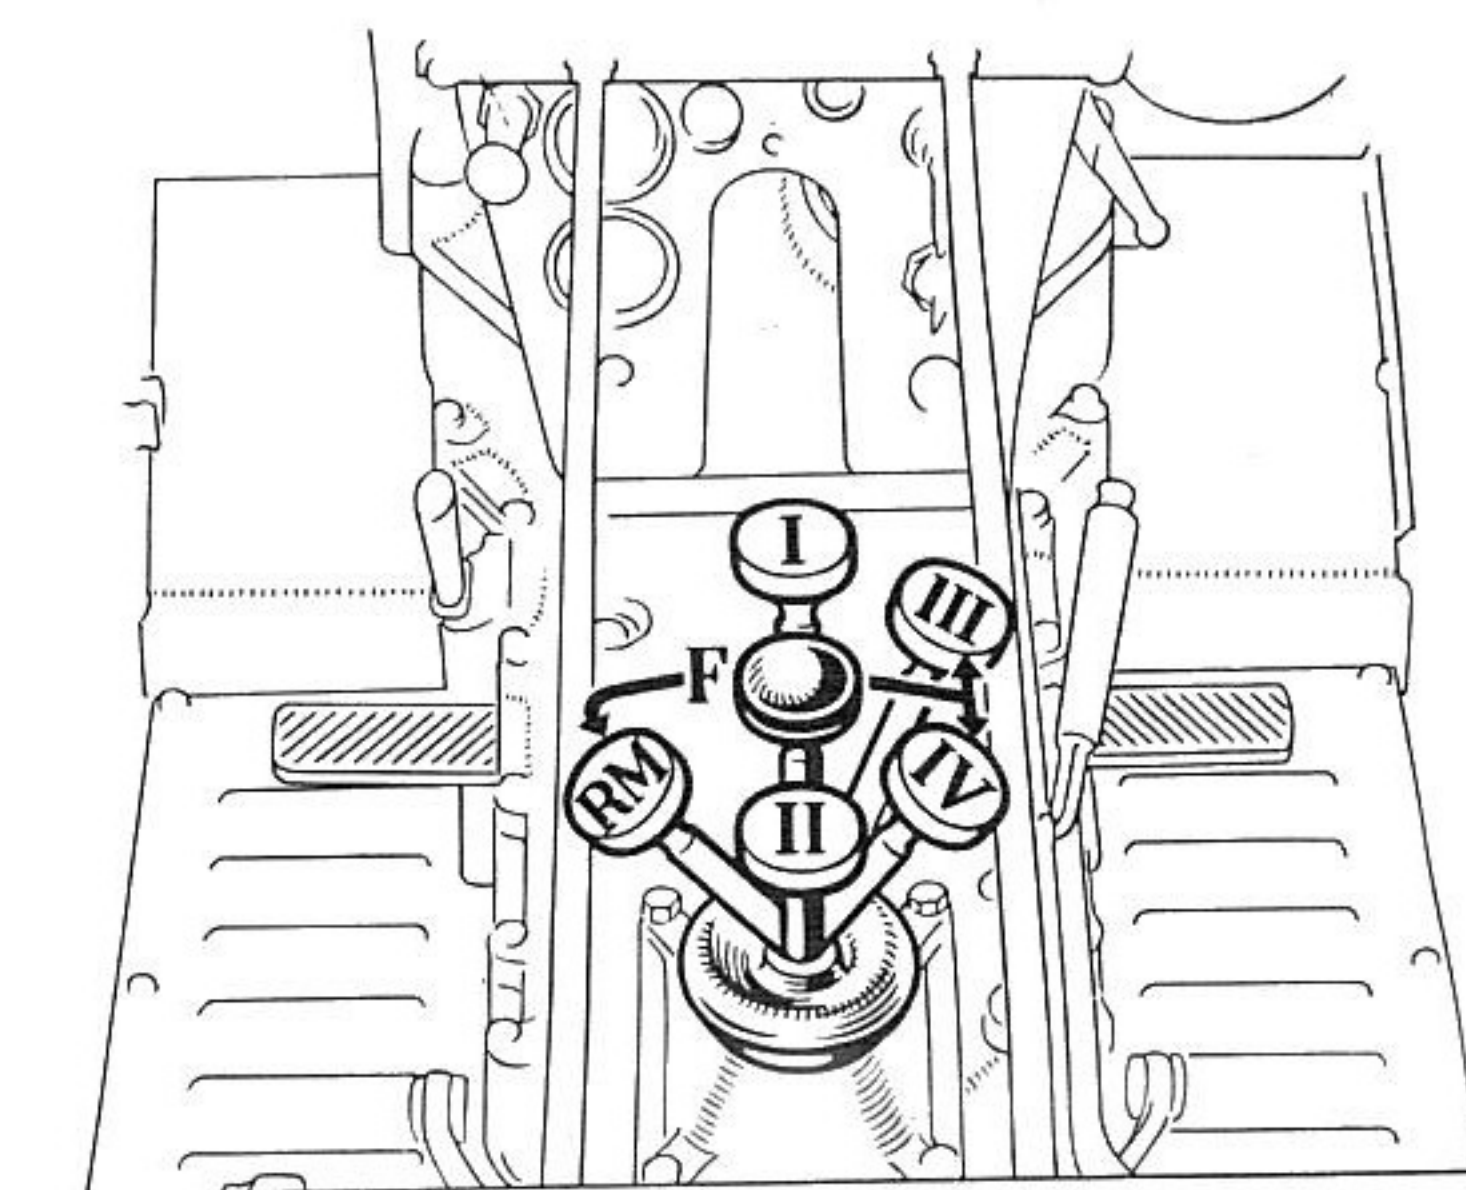

Fig. 19. - Positions du levier de changement de vitesses.
- que le levier de changement de vitesses est au point mort (fig. 19);
1. Porter le levier de changement de vitesses dans la position désirée (fig. 19).